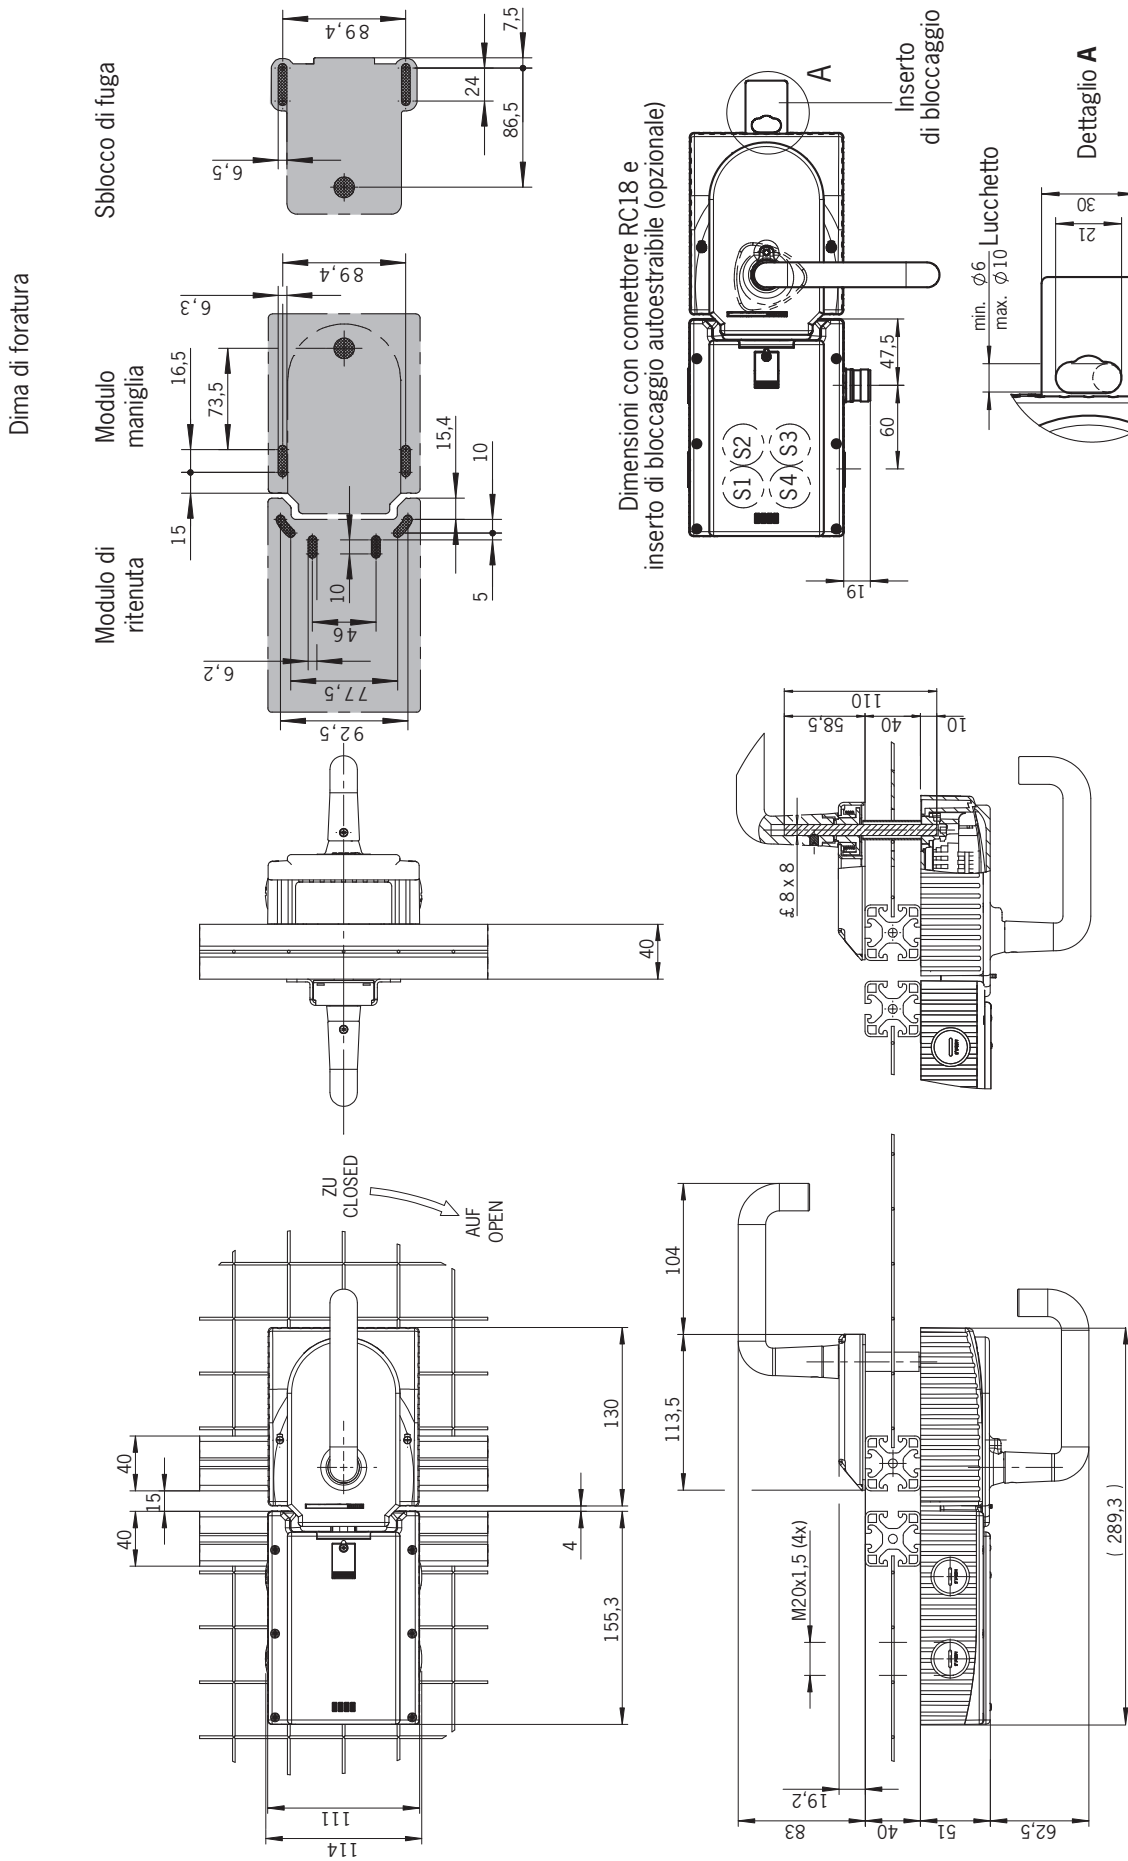

Fig. 4: Dimensioni MGB montato, senza piastre di installazione opzionali
- Allineare l'asse del dispositivo di sblocco di fuga in perpendicolare rispetto al modulo maniglia. Vedi figure 4 e 8.